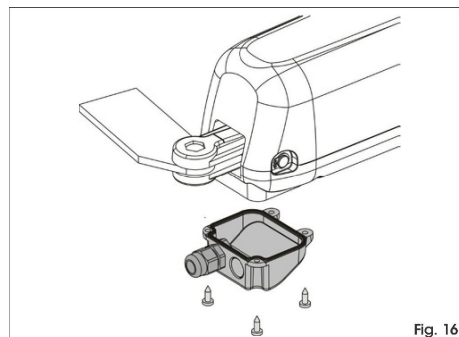

Fig. 16
4. Închideți capacul cu cele patru șuruburi din dotare, Fig.16.